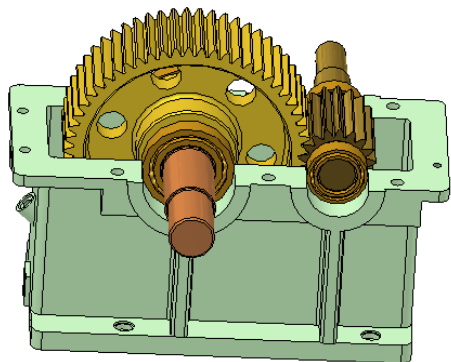

图 10-25 完成小齿轮轴装配后的部件
③单击【确定】按钮完成小齿轮的装配, 此时部件如图 10-25 所示。